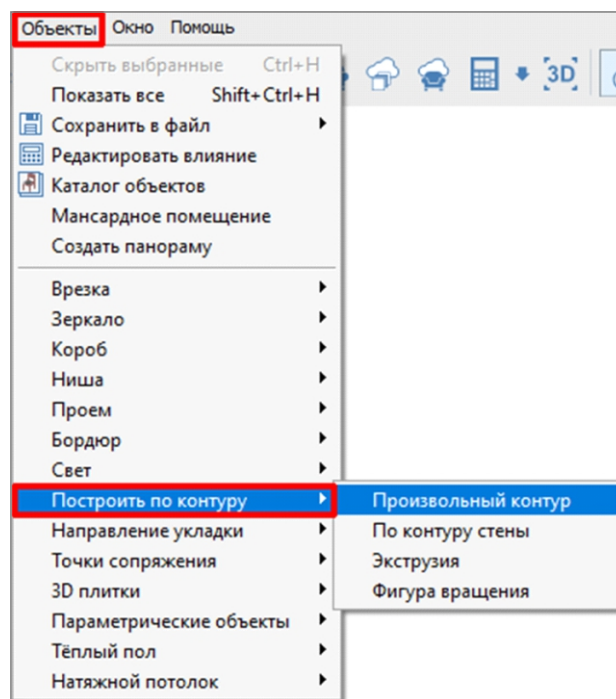

рис. 77
- объекты из любой папки, построенные на поверхности пола с помощью инструментов «Объекты» → «Построить по контуру» → «Произвольный контур» (рис. 77);